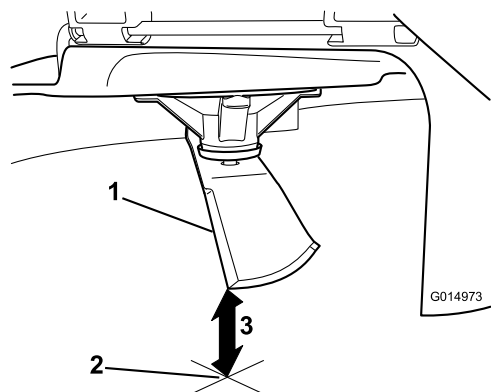

Figure 50
5. Mesurez la distance entre la pointe de la lame et la surface plane (Figure 50).